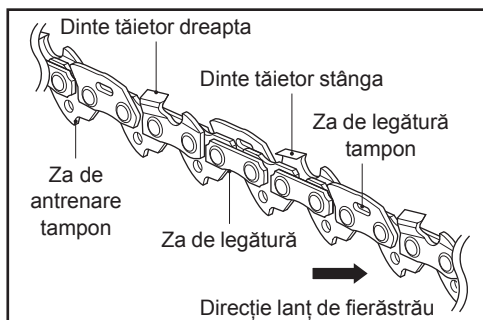

Fig. 47
2. Diferența de înălțime dintre dinte și creastă reprezintă adâncimea de tăiere. Când ascuți lanțul de fierăstrău (20), trebuie să iei în considerare următoarele aspecte (fig. 47):